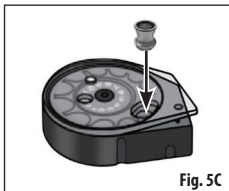

Fig. 5C
4. Placer en finger under magasinet, så den dækker hullet og læg det første hagl i magasinet, med spidsen først (Fig. 5C). Sørg for, at haglet ikke stikker ud på bagsiden af magasinet. Hvis det gør, skubbes det blot ind igen.